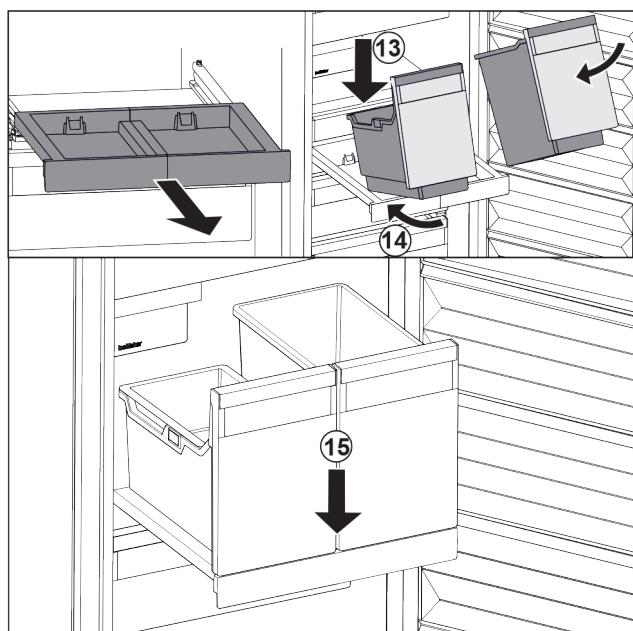

Fig. 35
- ▶ Поставете съда под ъгъл върху изтеглящата се дъска. Fig. 35 (13)
- ▶ Вкарайте съда под ъгъл назад. Fig. 35 (14)
- ▶ Спуснете съда отпред. Fig. 35 (15)